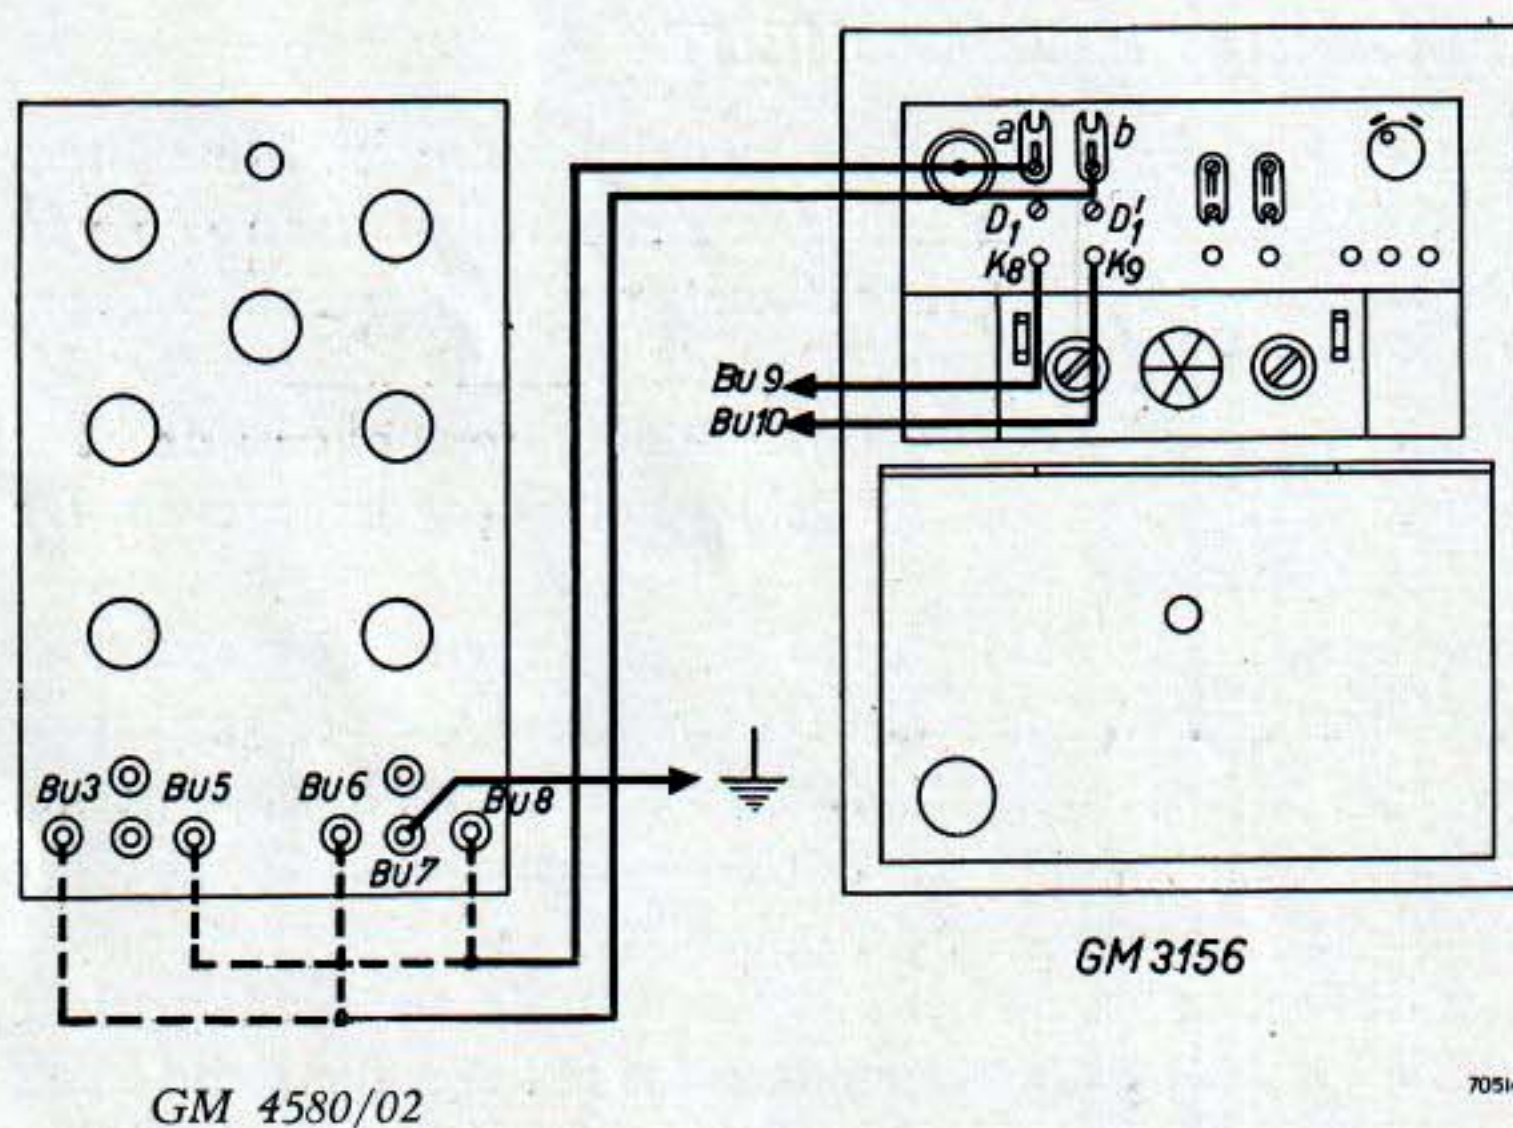

Fig. 12
B. Bij gebruik van de oscillograaf GM 3156 (fig. 12)